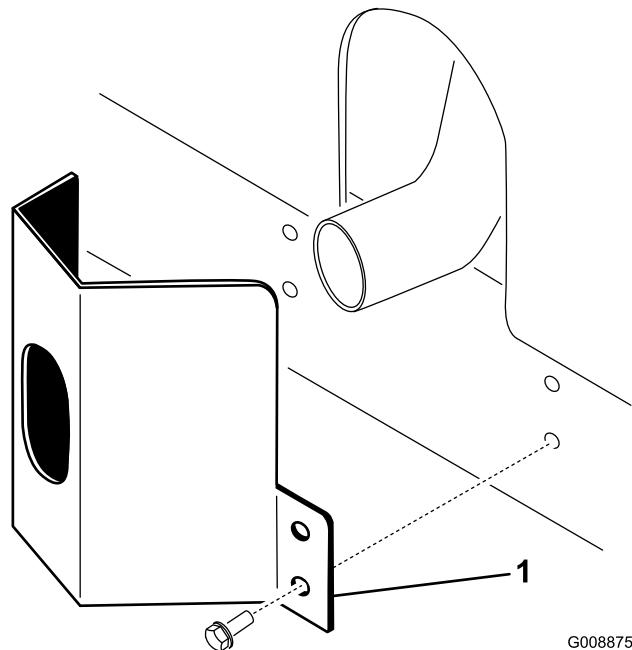

Figura 11
- Coloque el protector del tubo de escape alrededor del silenciador, alineando los taladros de montaje con los del bastidor (Figura 11).
- Fije el protector al bastidor con 4 tornillos autorroscantes (Figura 11).